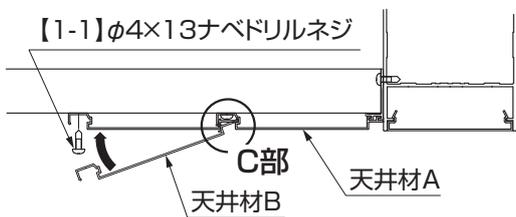

図4-8 天井材Bの取付け
- ③天井材BをC部に勘合させて【1-1】で天井縦枠に取付けてください。(図4-8参照)